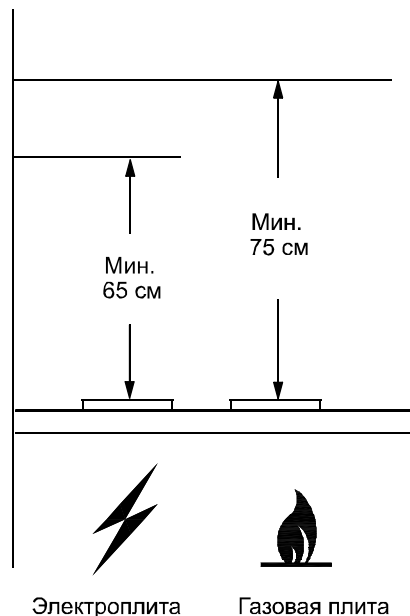

РИС. 1
1.2. Зонт устанавливайте на высоте согласно рис. 1.
- разметьте линию установки нижней части зонта над плитой согласно рис. 1.
4.5. Зонт устанавливайте над плитой согласно рис. 1.